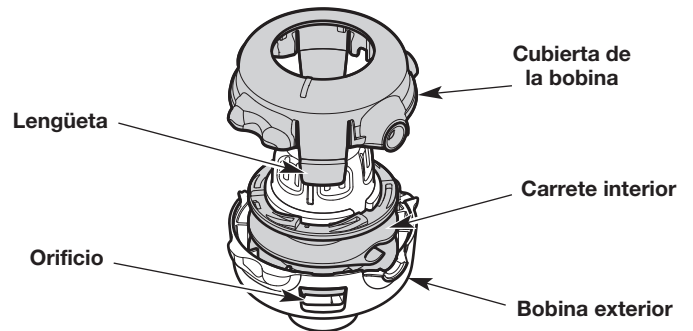

Fig. 30
- c. Suavemente incline el destornillador para destrabar la lengüeta del orificio (Fig. 30).
- e. Retire la cubierta de la bobina (Fig. 30). **NO** intente extraer ninguna otra pieza del cabezal de corte.
- g. Utilice una tela limpia para limpiar el carrete interior, la bobina exterior y la cubierta de la bobina (Fig. 30).
- h. Se deben alinear las lengüetas de la cubierta de la bobina con los orificios de la bobina exterior (Fig. 30). Oprima la cubierta de la bobina sobre la bobina exterior hasta que las lengüetas entren a presión firmemente en los orificios.